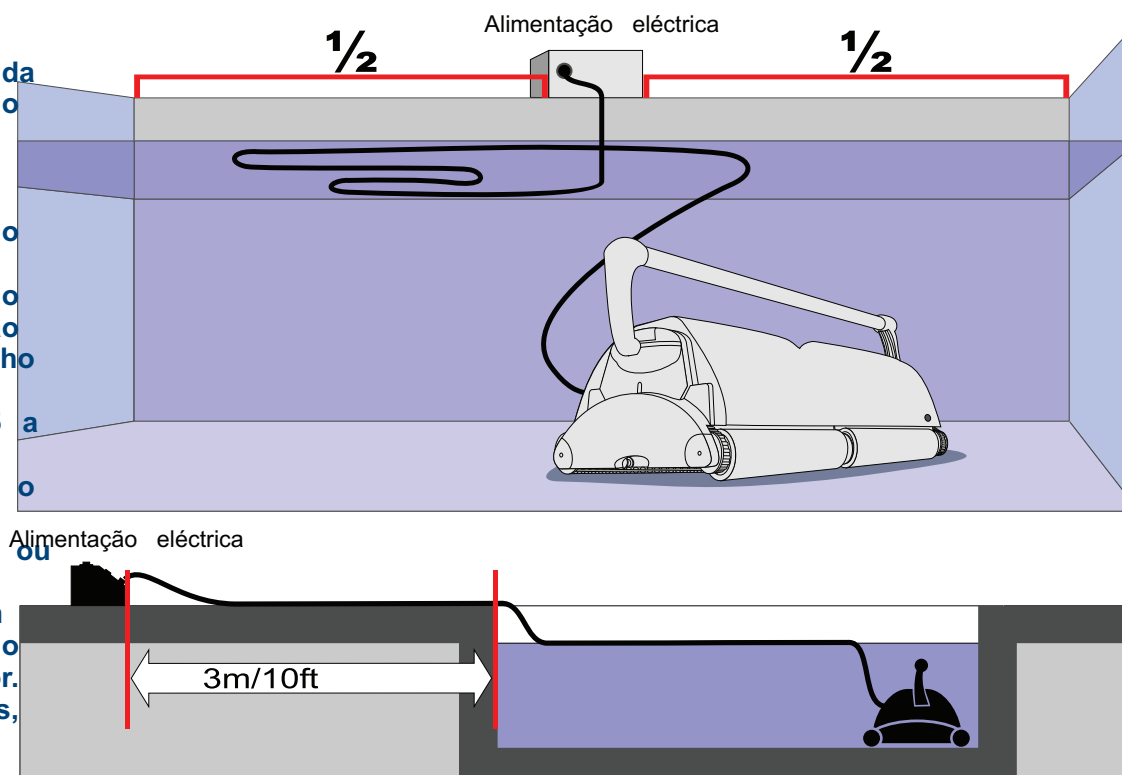

Fig. 1
- 4) Desenrole o cabo flutuante completamente e estenda-o sobre a superfície de água da piscina do modo mais uniforme possível. Certifique-se que o cabo não se torce nem se dobra. (fig. 1)